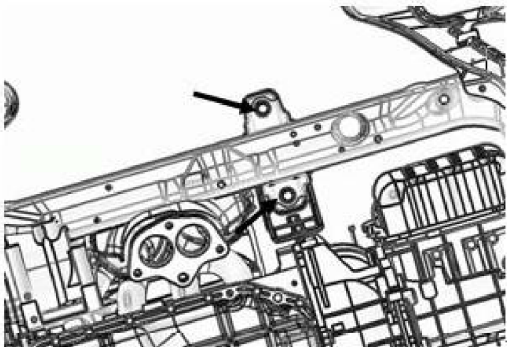

图 2
2.1.2 拆下前悬置安装支座总成与副车架横梁相连接 2 个螺栓(如下图 2 所示)。即可取出发动机前悬置安装支座总成。
2.2.2 将更换后的发动机前悬置安装支座总成按图 2 所示放入安装位置，带上前悬置支座与副车架横梁相连的 2 个螺栓。然后带上前悬置安装支架总成与前悬置安装支座总成相连接的 1 个横穿螺栓和 1 个防转螺母，并打力矩。
2.5.4 将发动机前悬置安装支座与副车架相连的 2 个螺栓打力矩为 85 N.m（如图 2 所示）。